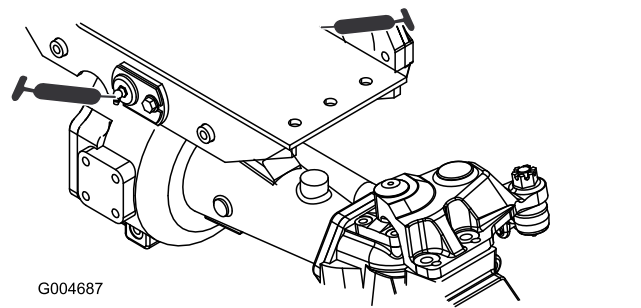

Figura 57
- Dois casquilhos da articulação do eixo traseiro e frontal (Figura 57)